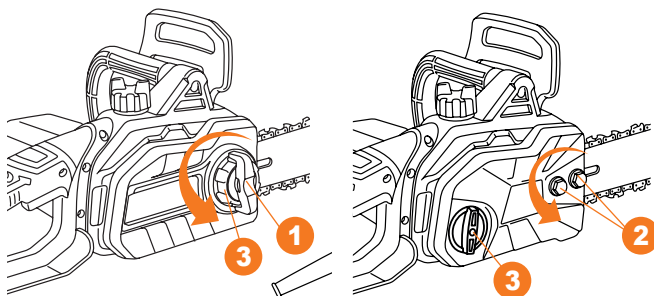

Рис. 3
- Снимите боковую крышку открутив ручку **1 DACS 1950E** или болты **2 DACS 1900E** фиксации против часовой стрелки (Рис. 3).
- **DACS 1900E** Установите шину на направляющую шпильку **5** и выкрутите натяжную шайбу **3** (Рис. 3), чтобы шина **4** переместилась максимально близко к ведущей звездочке **6**.